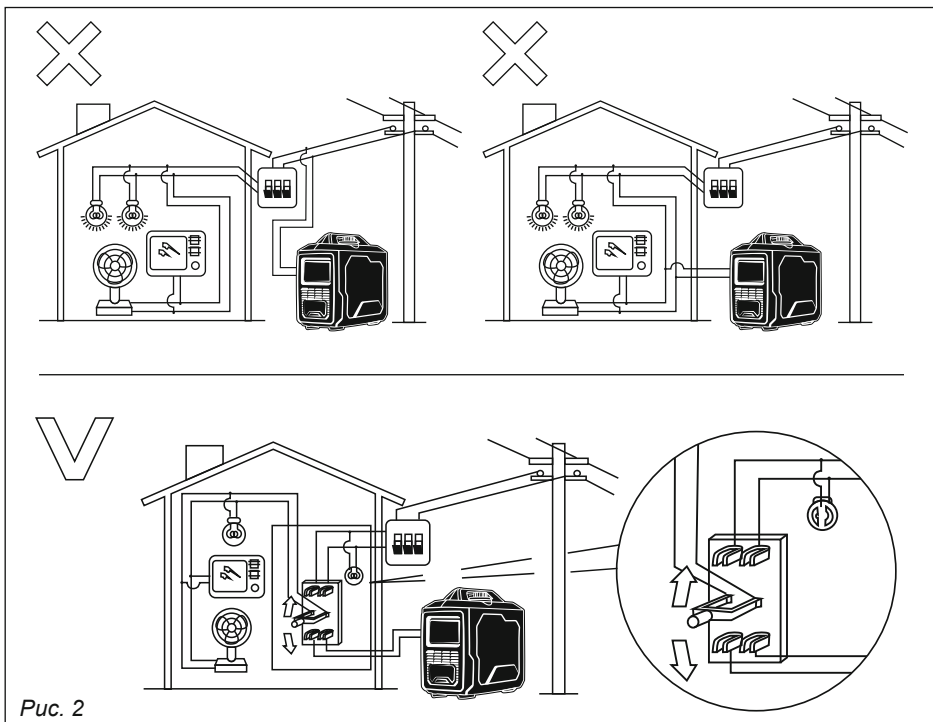

Рис. 2
5.4. Подключение к домашней сети (рис. 2)